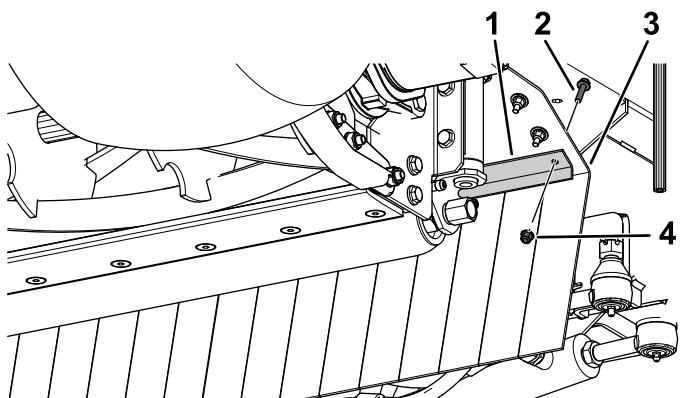

**Figure 8**
1. Fixez le déflecteur large aux supports de bavette gauche et droit à l'aide de 8 boulons à embase (6 x 25 mm), 8 rondelles et 8 contre-écrous (6 mm), comme montré à la Figure 8.